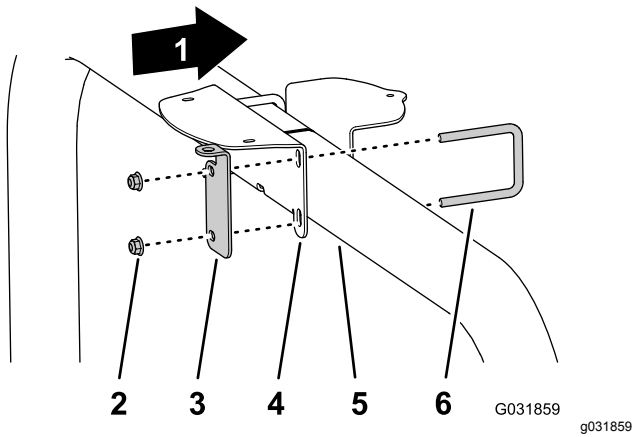

Figura 144
- Se a máquina tiver GNSS e o modem de correção CDMA ou GSM RTK, monte a montagem do recetor e o suporte da antena RTK no tubo ROPS (Figura 144) com as 2 cavilhas em U e as quatro porcas de bloqueio flangeadas (3/8 pol.).